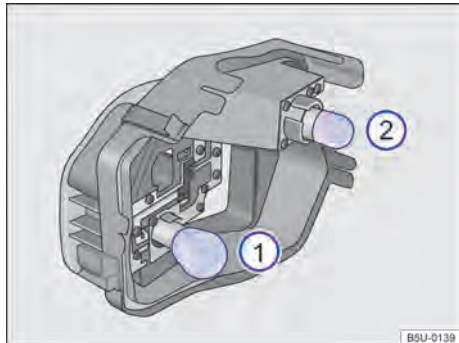

Fig. 114 No suporte das lâmpadas: localização das lâmpadas.
10. Para remover as lâmpadas incandescentes queimadas → Fig. 114 ① e ②, pressionar a lâmpada contra o suporte e girar, ao mesmo tempo, no sentido anti-horário.
12. Para inserir as lâmpadas novas ① e ② no suporte, pressionar a lâmpada e girar, ao mesmo tempo, no sentido horário, até o batente.
A localização e a identificação das lâmpadas incandescentes → Fig. 114 estão relacionadas a seguir: